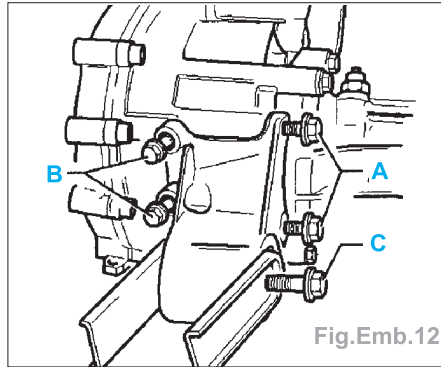

Fig.Emb.12
- Déposer la vis (C) à l'arrière du berceau (Fig.Emb.12).